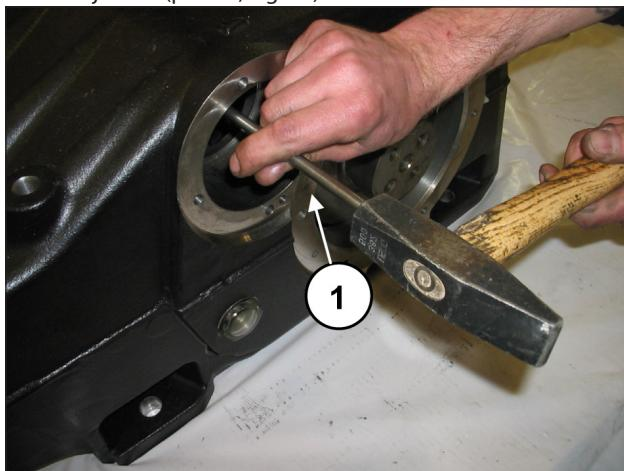
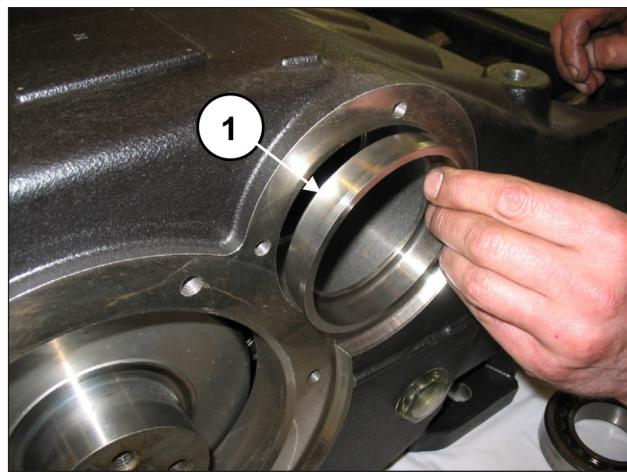
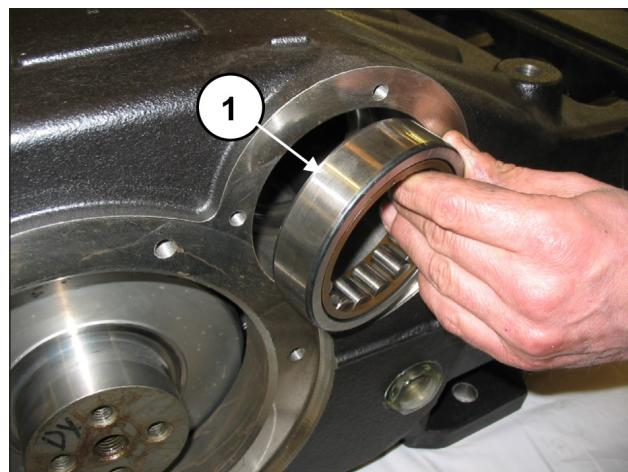
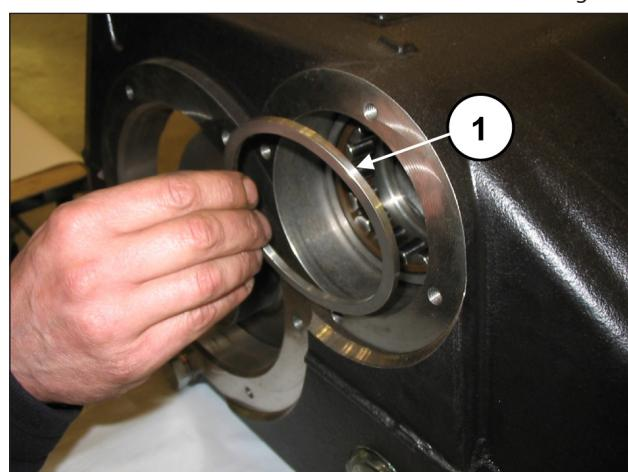

Fig. 34
Fig. 37
Fig. 35
Fig. 36
Con una barra lo suficientemente larga (pos. ①, Fig. 34) y una herramienta de percusión, extraer las anillas de los cojinetes del cárter de la bomba (pos. ①, Fig. 35), el distanciador del cojinete externo (pos. ①, Fig. 36) y el casquillo de lubricación de los cojinetes (pos. ①, Fig. 37).